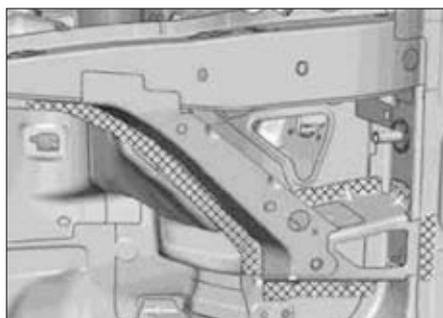

FIG. 9
- Chauffer les zones quadrillées de la partie inférieure avant du doublure d'aile avant (1) (Fig.9).